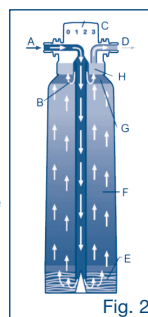

Fig. 2
Schéma de circulation (Fig.2). L'eau du robinet entre dans la cartouche filtrante (A). Dans la section (E), les particules sont retenues par le pré-filtre et les substances responsables du goût et de l'odeur (comme le chlore) sont éliminées à l'aide de charbon actif. La décarbonatation est ensuite effectuée par échange d'ions dans la section (F). Pour finir, l'eau est traitée à l'aide de charbon actif (G) et les particules sont éliminées par un filtre (H).